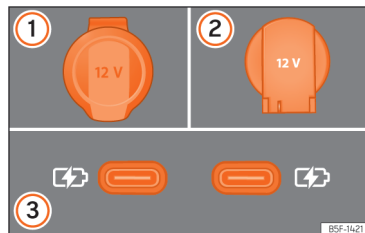

Abb. 182 12-Volt-Steckdosen im Fahrzeug
»» [Abb. 182]
Je nach Ausstattung und Land kann das Fahrzeug auch über USB-Anschlüsse mit **ausschließlicher Lade- oder Steckdosenfunktion** »» [Abb. 182] ③ verfügen.